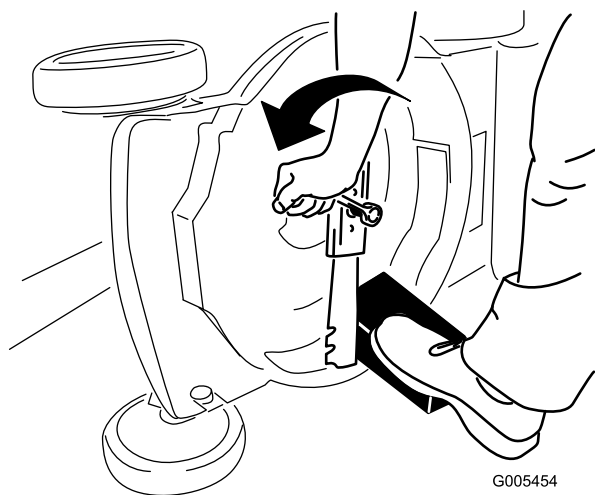

Figure 23
3. Immobilisez la lame avec un morceau de bois (Figure 23).
4. Déposez la lame mais ne jetez pas les fixations (Figure 23).